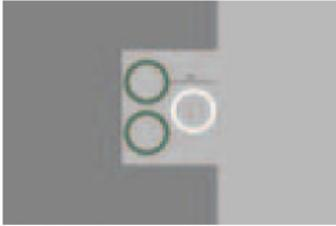
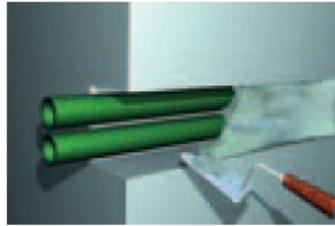

Figura 1
Figura 2
**Instalações Embutidas:** Para embutir o sistema de Termofusão, no caso de uma parede profunda (Figura 1), a tubulação deverá ficar a uma profundidade mínima igual ao diâmetro da tubulação, fazendo-se o recobrimento com argamassa (Figura 2). Não é